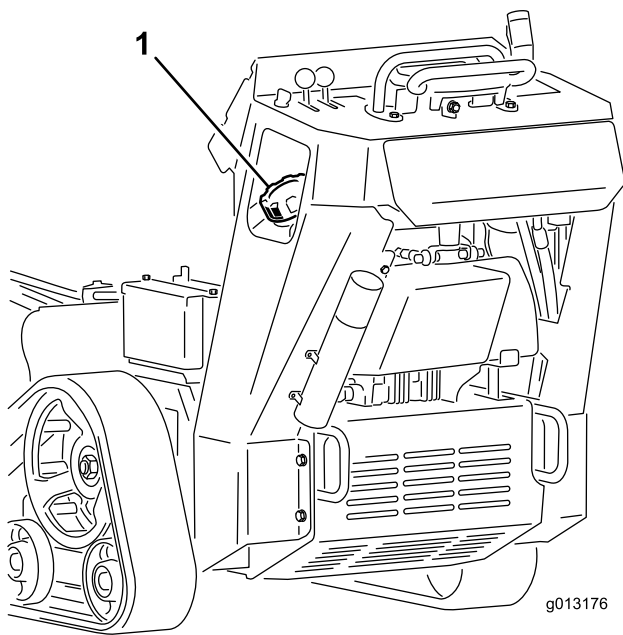

Figure 16
3. Nettoyez la surface autour du bouchon du réservoir de carburant et enlevez le bouchon (Figure 16).